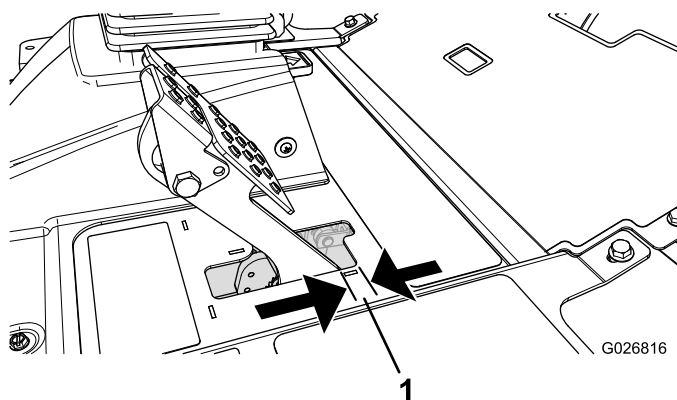

Figura 63
Ajuste os travões se o pedal do travão apresentar uma folga superior a 2,5 cm (Figura 63) ou quando os travões não funcionarem de forma eficaz. Folga é a distância percorrida pelo pedal antes de se verificar qualquer resistência ao movimento.
2. Aperte a porca traseira para deslocar o cabo para trás até que os pedais dos travões apresentem uma folga de 0,63 a 1,27 cm (Figura 63) antes de alcançarem o bloqueio.